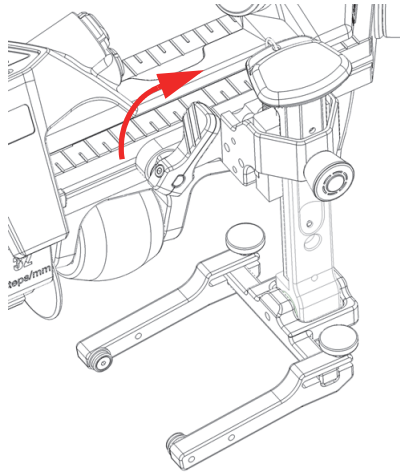

Abbildung 2-8 Sensorhalter arretiert
4. Drehen Sie den Positionshebel im Uhrzeigersinn, um den Sensorhalter zu arretieren (Abbildung 2-8 auf Seite 45).